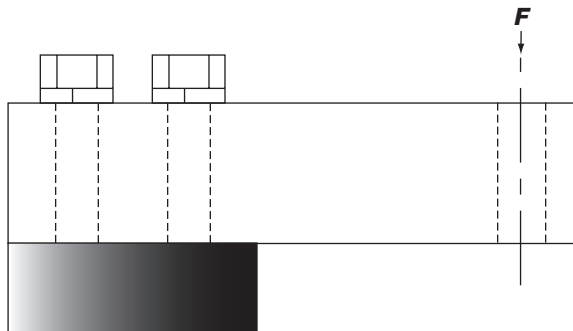

Figura 4-1. Carga ideal
La Figura 4-1 muestra una disposición de montaje típica para una barra de un solo extremo. El extremo fijo está sujeto a una cimentación rígida, mientras que el extremo libre está en ménsula para permitir la deflexión hacia abajo a medida que se aplica la carga (F). En condiciones ideales, la superficie de montaje sería plana, horizontal y perfectamente rígida. La carga F se introduciría verticalmente con la aplicación de fuerzas extrañas mínimas, y la celda de carga sería totalmente insensible a todas las fuerzas que no fueran precisamente verticales.